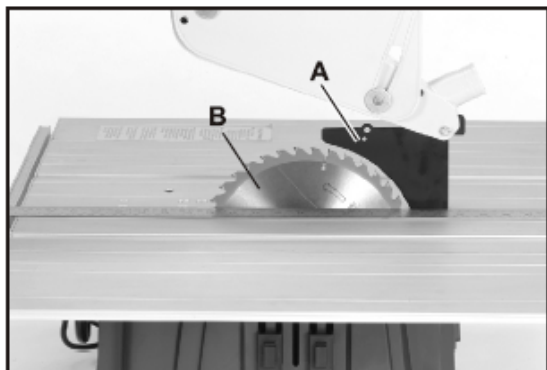

Fig 25.
La distance correcte entre le couteau diviseur (A) et la lame (B), illustrée sur la Fig. 25, est de 3 à 5 mm. Si un réglage s'impose, desserrez les deux vis (C de la Fig. 26) pour modifier la distance. Après vous être assuré que la distance est correcte, **resserrez les vis (C)**.